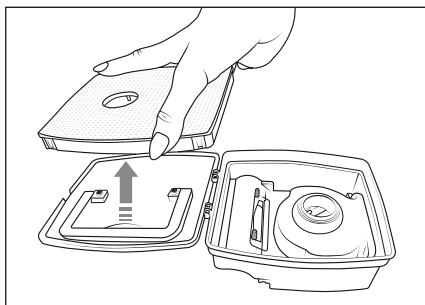

Fig. 9
- 4) Estrarre il filtro EPA **7** dal coperchio del contenitore della polvere **12** (vedere fig. 9).